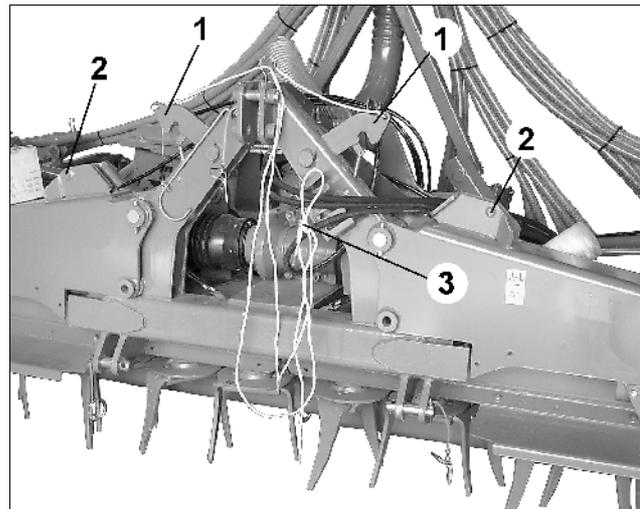

Fig. 97
- Maschine ausklappen, vorher Verriegelung mittels Seil aus der Traktorkabine lösen (Fig. 97/3).